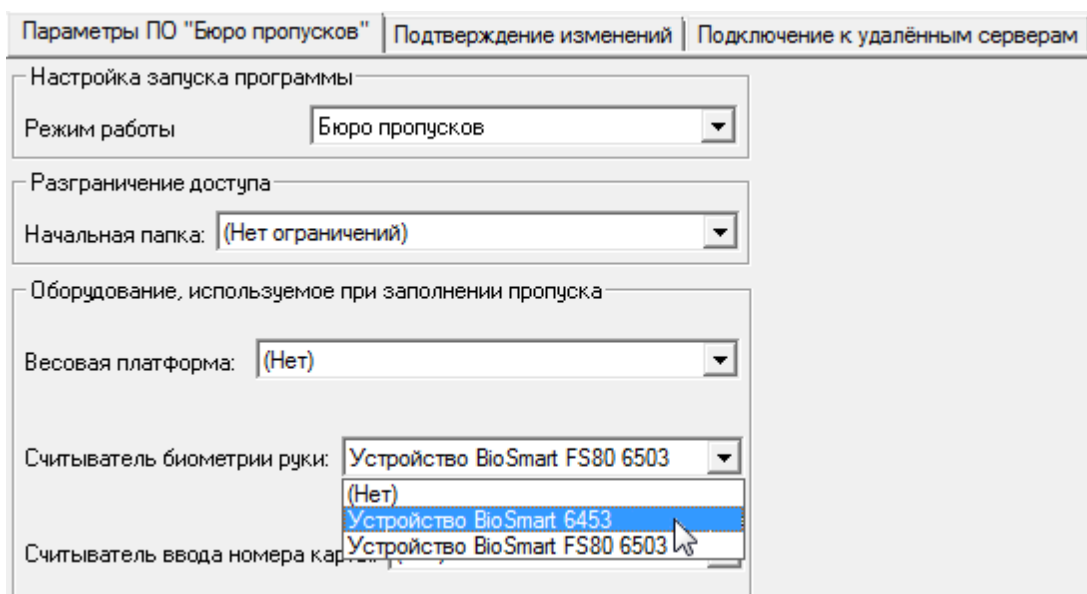

Рисунок 9 — Добавление считывателя BioSmart в **Бюро пропусков**
2. В окне частных свойств элемента **Список праздников BioSmart** (рисунок 9) задайте перечень выходных и праздничных дней: